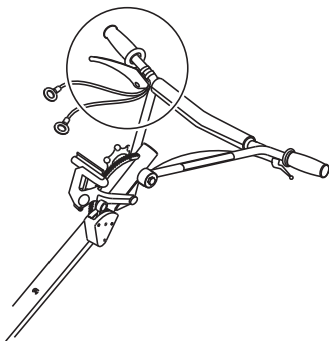

Figura 12. Reposicionar a alavanca
4. Se estiver instalada, repositone a alavanca de presença do operador nas barras de direcção (Figura 12).